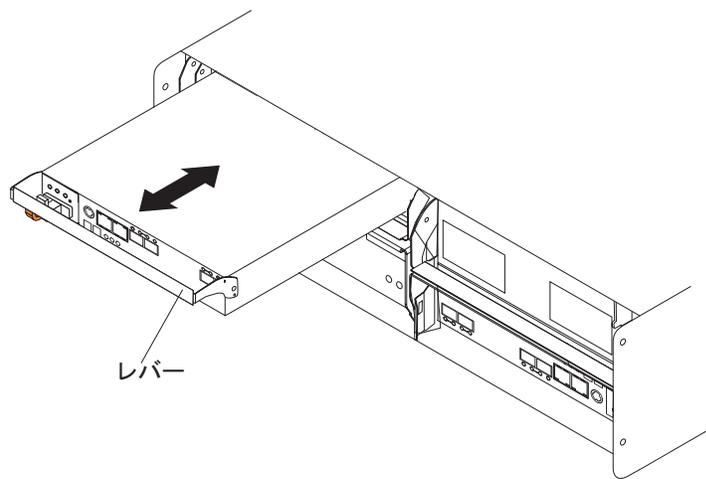

図 15. コントローラーの取り外しと再取り付け
2. 図 15 に示すように、シャーシからレバーをゆっくりと手前に引いて、コントローラーをベイから取り外します。